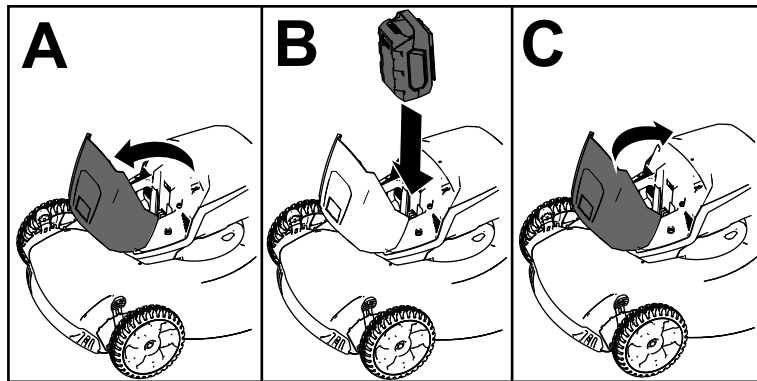

Bild 11
2. Öffnen Sie den Deckel des Akkukastens (A in Bild 11).
3. Richten Sie die Vertiefung im Akkupack mit der Nase an der Maschine aus und schieben Sie den Akkupack in den Kasten, bis er in seiner Position einrastet (B in Bild 11).
4. Schließen Sie den Deckel des Akkukastens (C in Bild 11).